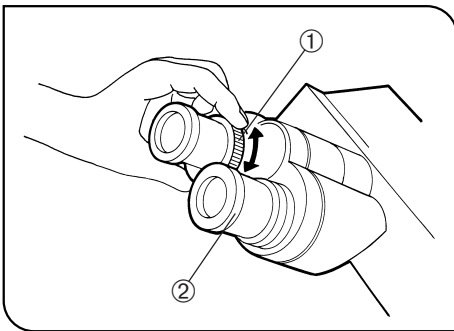

Fig. 12
2. Guardando nell'oculare con la ghiera di regolazione diottrica ①, girare la ghiera per mettere a fuoco il preparato (Fig. 12).